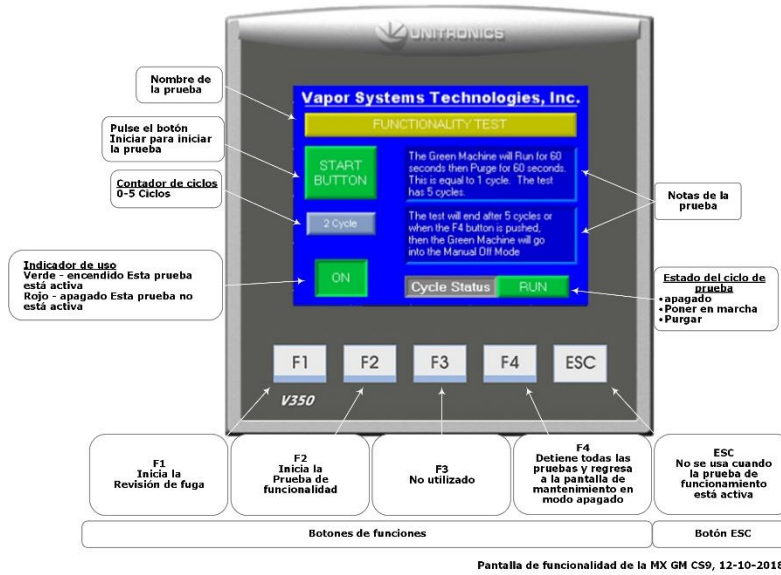

Figura 6-8: Pantalla de prueba de funcionamiento
1. Presione el botón F2 para acceder a la pantalla de la prueba de funcionamiento. **Vea la Figura 6-8.**